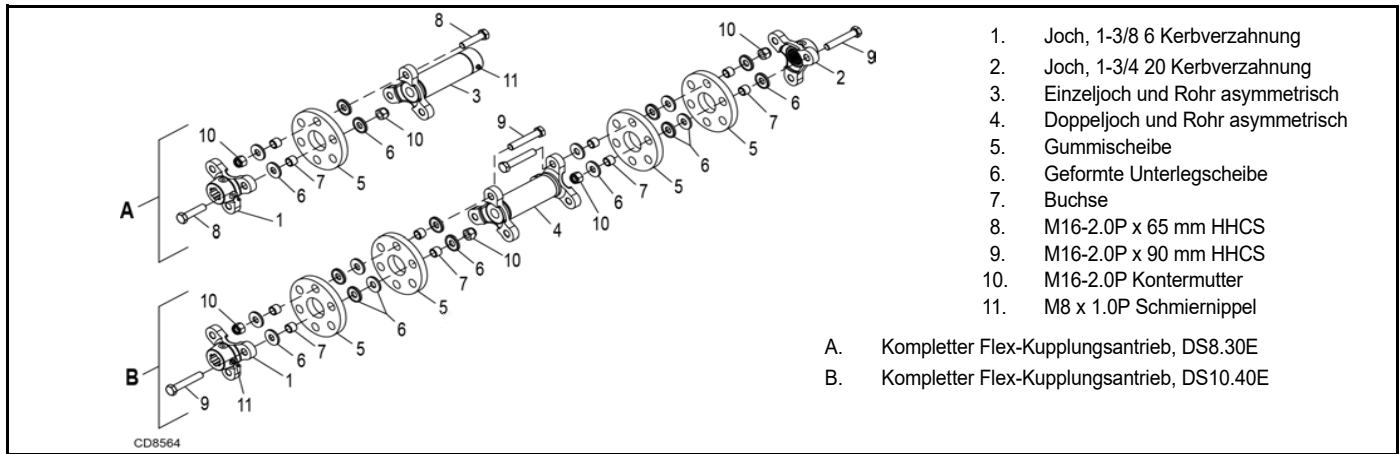

ABBILDUNG 15. Flexible Kupplung
Um die Scheiben zu ersetzen, entfernen Sie die Montageteile (6, 7, 8 oder 9 und 10). Entfernen Sie die Hülsen (7) von der alten Scheibe und installieren Sie diese in die neue Scheibe. Setzen Sie es wieder zusammen und ziehen Sie die Schrauben auf 115 Nm (85 lbs-ft) an. Siehe ABBILDUNG 15. Achten Sie besonders darauf, die Getriebewelle nicht zu verdrehen und die Messer nicht aus dem Takt zu bringen. Wenn Gummischeiben verschlissen sind und die Messer anschlagen, müssen Sie die Messer gemäß den Anweisungen auf Seite 26 neu einstellen.